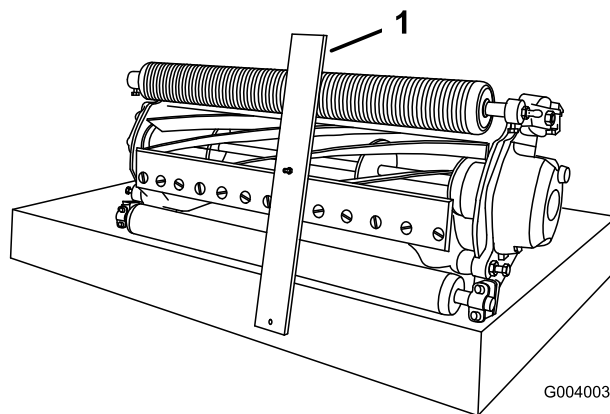

Figura 54
3. Agganciate la testa della vite sul tagliente della controlama, ed appoggiate la parte posteriore della barra sul rullo posteriore (Figura 54).